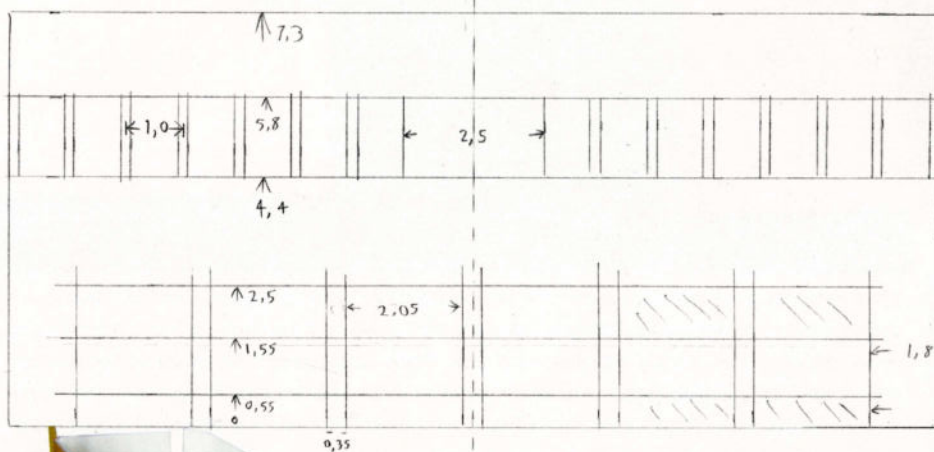

fig.2
7. La façade arrière a été achevée avec succès. Il est temps maintenant d'entamer la façade avant. Nous avons décidé de faire terminer la partie blanche à l'endroit où les murs courbes débutent (voir figure 2). Utilisez ici également du plasticard d'un mm d'épaisseur. Remarquez en outre que la version de notre bâtiment n'est en fait pas conforme à la réalité. Sa hauteur totale est en effet de 83,9 mm (soit 7,3 m en 1/1) et non de 79,30 mm (6,9 m en 1/1).